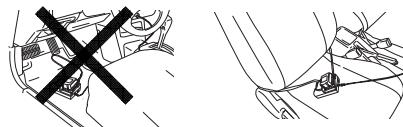

Рис. 15
- Закрепите зарядное устройство на месте в автомобиле. Используйте ремень, поставляемый с зарядным устройством для фиксации зарядного устройства на месте и предотвращения его непреднамеренного перемещения. (См. Рис. 15)